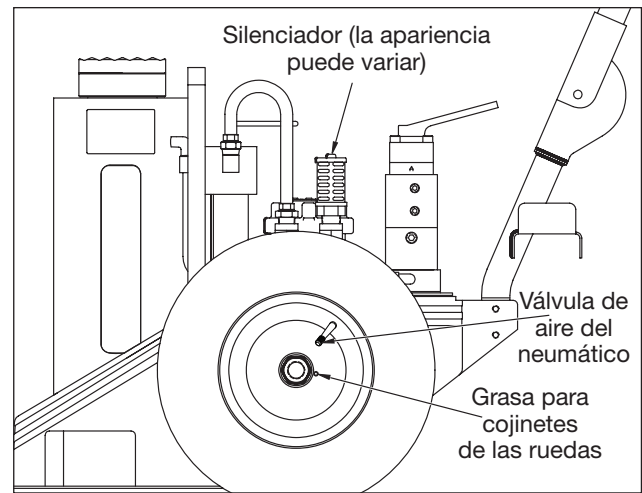

Figura 8, Elementos de mantenimiento adicionales
6.4.3 Silenciador (véase la figura 8)
6.5 Ruedas y neumáticos (véase la Figura 8)